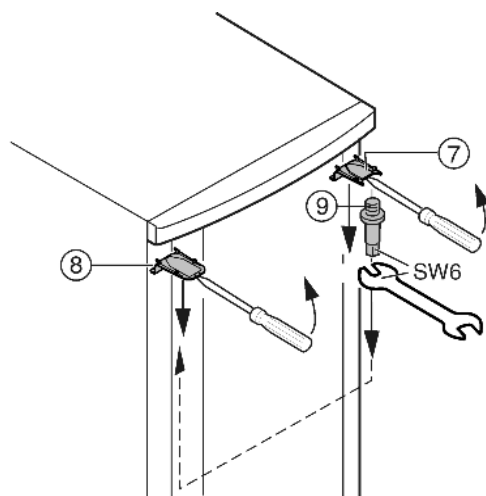

Fig. 6
- Верхнюю крышку Fig. 6 (7) и крышку Fig. 6 (8) с помощью отвертки выведите вперед из фиксатора и снимите, наклоня вниз.
- ▶ Выкрутите опорный палец Fig. 6 (9) и вкрутите на противоположной стороне (с моментом 4 Нм).
- ▶ Снова установите крышку Fig. 6 (7) на стороне опорного пальца: насадите сзади, защелкните спереди.
- ▶ Установите крышку Fig. 6 (8) на противоположной стороне: насадите сзади, защелкните спереди.
- ▶ Подвесьте верхнюю часть двери на опорный палец Fig. 6 (9).